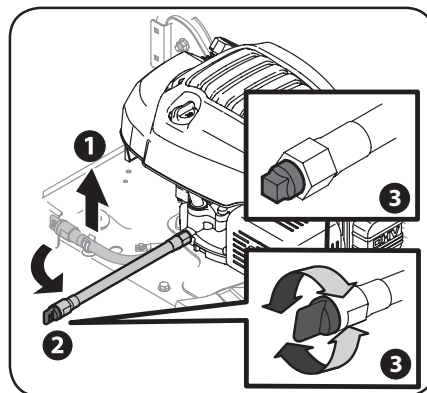
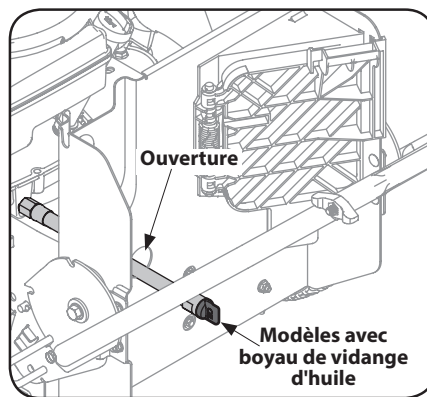

Figure 4-3
Figure 4-4
Les essieux et les roues avant sont équipés de raccords de graissage. Voir Figure 4-3. Toutes les 25 heures d'utilisation ou une fois par saison, lubrifiez chaque raccord de graissage avec de la graisse tout usage N° 2 à l'aide d'un pistolet de graissage.
1. Tirez le boyau de vidange d'huile pour le retirer du plateau de coupe. Voir la Figure 4-3 pour les moteurs MTD et la Figure 4-4 pour les moteurs Briggs & Stratton.
NOTE : Le moteur est doté d'un capuchon en plastique ou en métal. Voir les encadrés de la Figure 4-3.
NOTE : Pour les modèles équipés d'un moteur Briggs & Stratton et d'un sac à herbe, retirez le sac à herbe. Vous verrez une petite ouverture à l'arrière de la tondeuse par laquelle vous pourrez insérer le boyau de vidange d'huile. Voir Figure 4-4.
3. Dévissez le capuchon à l'extrémité du boyau de vidange d'huile pour commencer la vidange. Voir Figure 4-3.